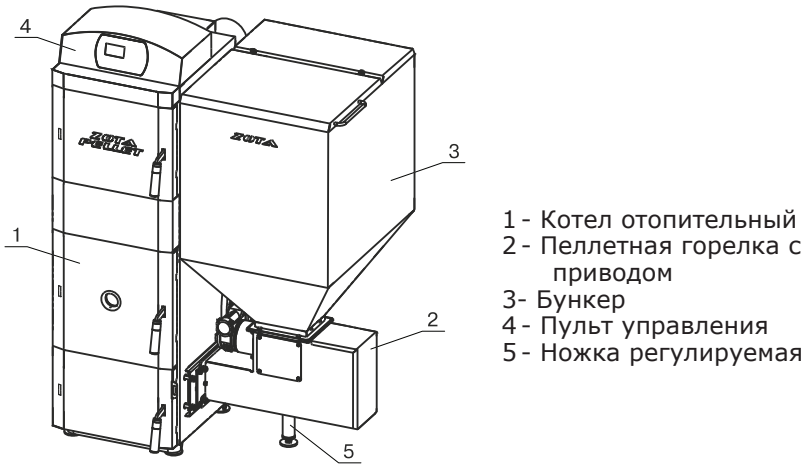

Рис.1 Котел пеллетный в сборе
5.1. Пеллетный котел в сборе (рис.1) состоит из котла отопительного (поз. 1), пеллетной горелки с приводом (поз.2), бункера (поз.3) (с возможностью установки на него дополнительной секции для увеличения его объема) и пульта управления (поз.4).
6.1.5. Соедините пеллетную горелку с котлом, выставите ее по уровню с помощью регулируемой ножки (поз.6, Рис.1) и зафиксируйте четырьмя гайками М10 с шайбами (см.комплект поставки № п/п 6, 7, 8,9). Установите заглушку окна пеллетной горелки (п/п 1.9, табл.2) на противоположной стенке корпуса котла и зафиксируйте четырьмя гайками М10 с шайбами (см.п/п 6, 7, 8,9, табл.2). Установите кожух на заглушку окна пеллетной горелки.